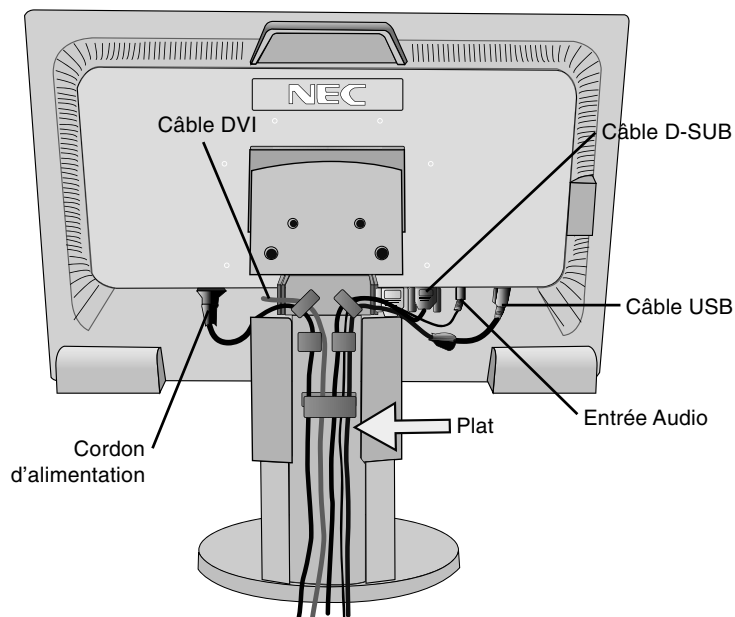
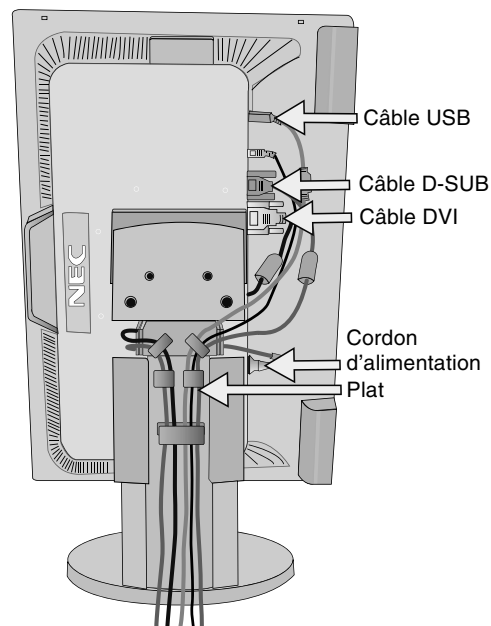

Figure C.2
Figure C.3
Placez le cordon d'alimentation et le câble DVI dans les crochets spécifiques, comme indiqué sur les **Figure C.2/Figure C.3**. Placez les câbles D-Sub et USB dans les crochets spécifiques tels qu'illustrés sur les **Figure C.2/Figure C.3**.
6. Assurez-vous que tous les câbles sont bien fixés contre le support (**Figure C.2/Figure C.3**).